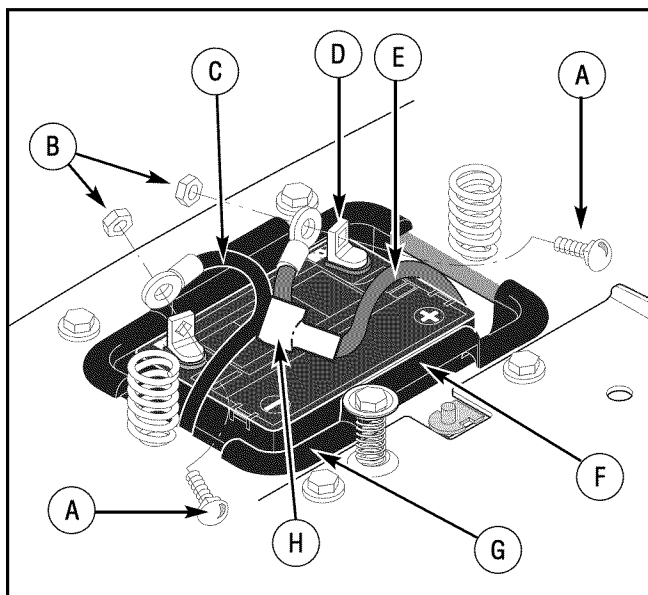

Figura 9: Batería
1. Compruebe la parte superior y lateral de la batería para ver la ubicación de la **fecha de la batería** (Figura 9).
2. Ajuste el **cable rojo** y la **tapa de la terminal** (si la hubiese) a la **terminal positiva (+)** con los sujetadores según se muestra en la (Figura 9).